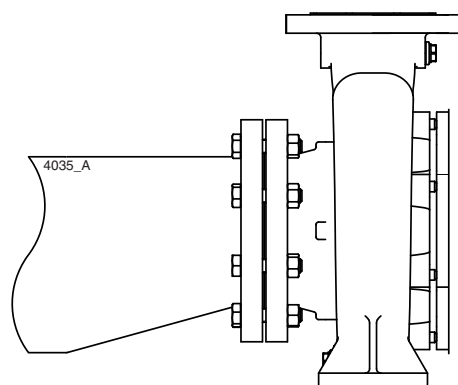

Рисунок 2: Эксцентричный переходной патрубок для фланца всасывания.
- Сечение всасывающей трубы должно иметь достаточные размеры. Эта труба должна быть максимально короткой и отходить к насосу таким образом, чтобы исключить образование воздушных пробок. Если это невозможно, в самой верхней точке трубы следует предусмотреть устройство для выпуска воздуха. Если внутренний диаметр всасывающей трубы превышает размер всасывающего патрубка насоса, для предотвращения образования воздушных пробок и завихрений необходимо использовать эксцентричный переходной патрубок. См. рисунок 2.